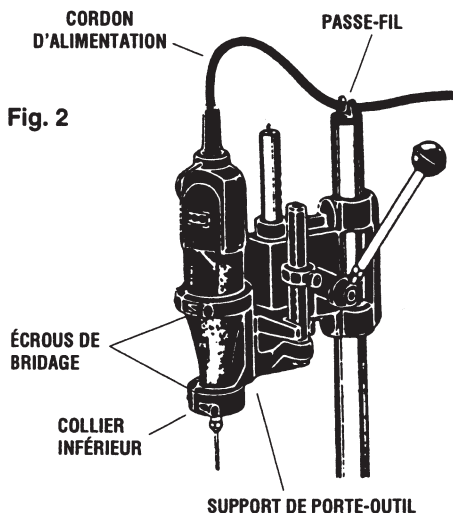

Fig. 2
2. Insérer l'outil rotatif dans le **SUPPORT DE PORTE-OUTIL**, avec le verrouillage de broche et l'interrupteur vers l'avant. Fixer l'outil en serrant les deux **ÉCROUS DE BRIDAGE**. (Voir Fig. 2)